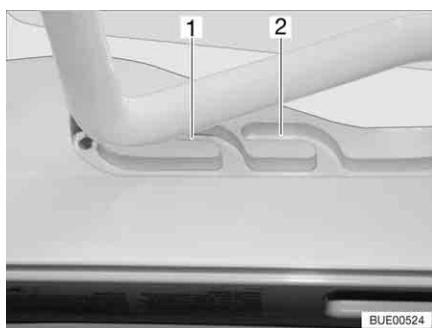
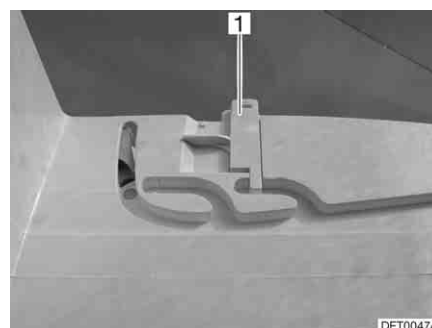

Fig. 33 Oblò Heki in posizione di ricircolo d'aria
Fig. 34 Bloccaggio della posizione di ricircolo d'aria
È possibile portare l'oblò Heki in due posizioni di ricircolo d'aria: Posizione brutto tempo (Fig. 33,1) e posizione centrale (Fig. 33,2). A seconda del modello è possibile bloccare l'oblò nella posizione centrale con il chiavistello (Fig. 34,1).
- Premere la staffa leggermente verso l'alto, spingerla nella guida selezionata (Fig. 33,1 o 2) ed eventualmente bloccarla.